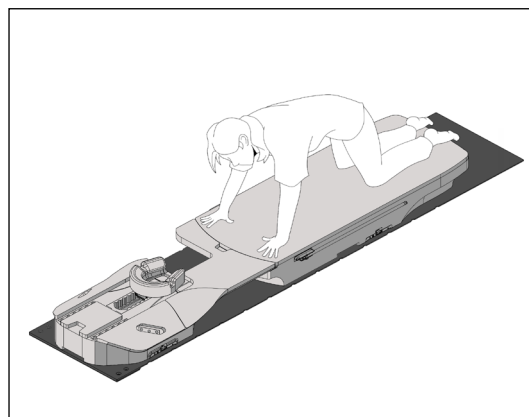

Figure 13
3. La patiente doit utiliser ses mains ou ses coudes pour venir positionner le haut de son corps. (Figure 13)